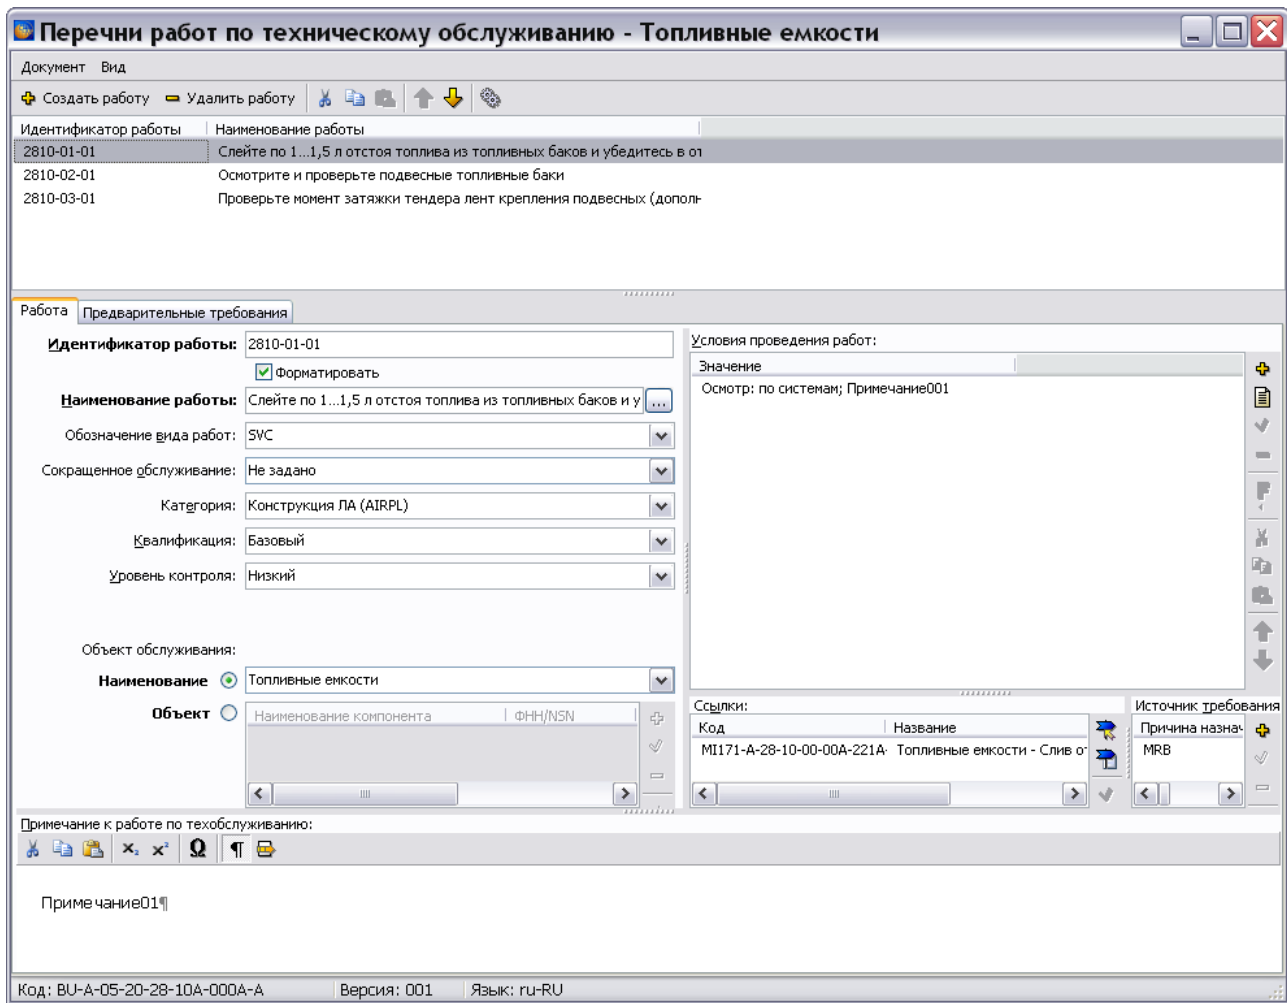

Рис. 22.76
3. Выделите версию модуля данных и нажмите на кнопку  **Редактировать**. При этом откроется окно редактора работ ТО (Рис. 22.76).